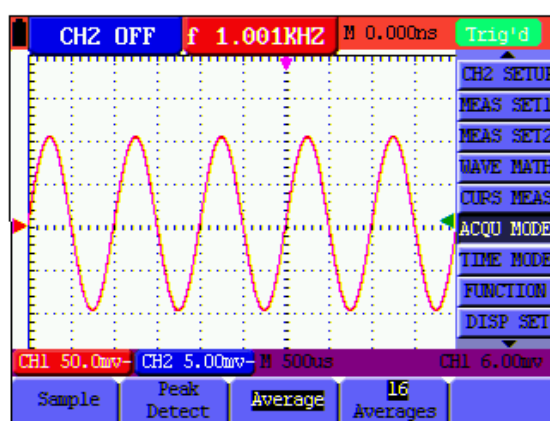

Fig. 13: Modo de muestreo del factor de media
3. Pulse la tecla **F3** para seleccionar **Average Factors**. Luego, pulse la tecla **F4** para seleccionar el elemento **Averaging 16**. Esto promedia los resultados de 16 capturas y muestra el resultado medio final en pantalla, como se muestra a continuación (fig. 13).